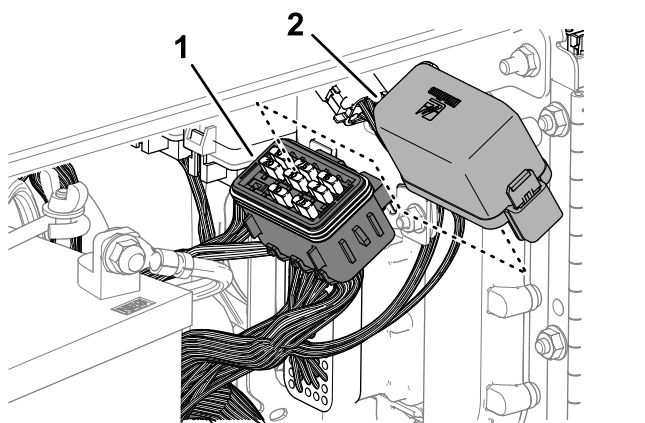

Figura 172
2. Îndepărtați capacul de pe blocul de siguranțe (Figura 172).